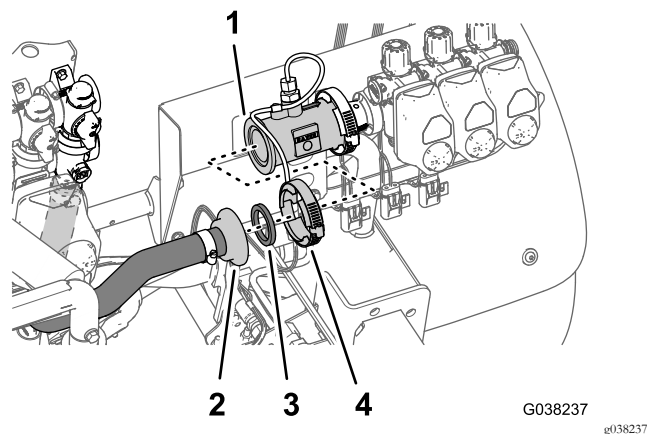

Figura 55
- Allineate il raccordo flangiato dentellato del flessibile del flussometro e al guarnizione che avete rimosso al passaggio 3 di Rimozione del flussometro dai collettori delle valvole (pagina 12) con la flangia nell'ingresso del flussometro (Figura 55).
- Fissate il flessibile del flussometro al flussometro con la fascetta stringitubo (Figura 55) che avete rimosso al passaggio 1 di Rimozione del flussometro dai collettori delle valvole (pagina 12)